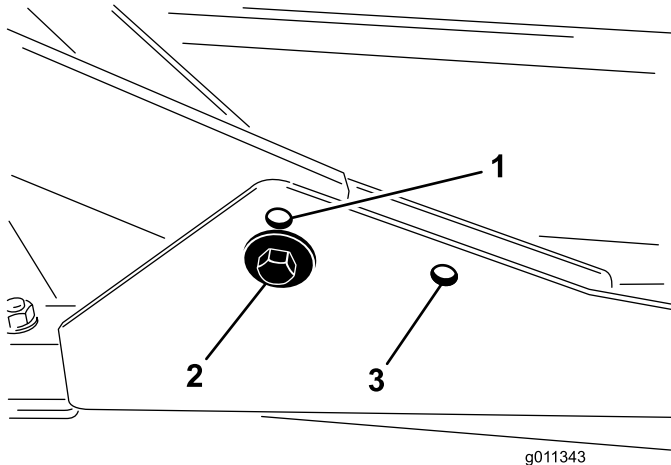

図 7
1. 刈高を 2076mm にセットする場合には、前キャリアフレームを下側の穴に取り付けます 図 7。
2. 刈高を 63100mm にセットする場合には、前キャリアフレームを上側の穴に取り付けます 図 7。
後カッティングデッキは、刈り高に関係なく後側の取り付け穴を使って取り付けます 図 7。